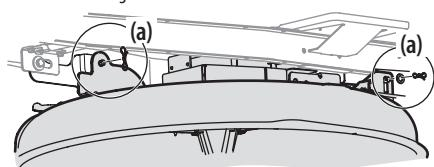

Figura 30
- Extraiga los pasadores de chaveta con unión curva (a) que aún están sujetando la plataforma al tractor cortacésped, como se indica en la Figura 30.